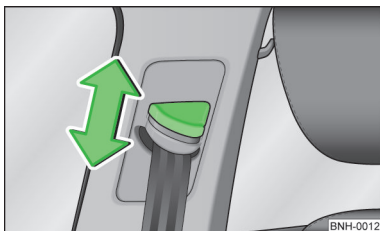

Fig. 157
- ▶ Apăsați armătura de ghidare și împingeți în direcția dorită, înspre în sus, sau înspre în jos » fig. 157.